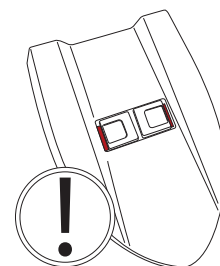

Fig.20
- Applicare una pressione sul coperchio fino a percepire l'innesto delle due chiusure scorrevoli sul serbatoio di recupero, le due chiusure dovranno spostarsi entrambe verso l'esterno del coperchio (Fig.20).
Il coperchio è installato correttamente quando lo sfondo di colore **ROSSO** presente nella sedi delle due chiusure **NON** è visibile (Fig.20).